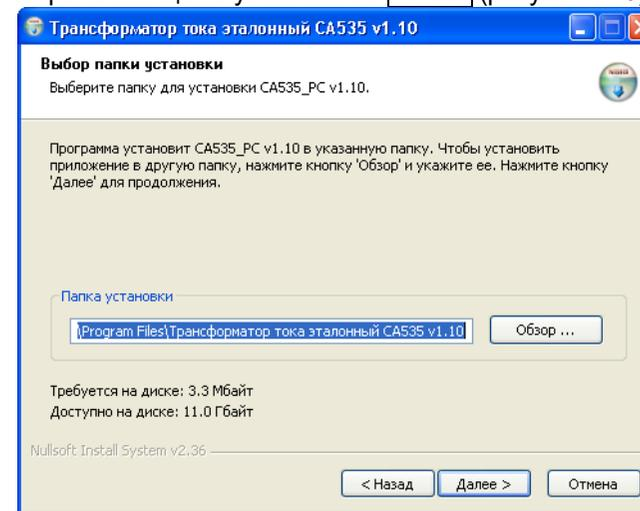

Рисунок 7.8
2) Определить место размещения ПО, для чего в следующем окне (рисунок 7.8) следует либо согласиться с предлагаемой по умолчанию папкой "C:\Program Files\Трансформатор тока эталонный", либо выбрать другой вариант, щелкнув по кнопке **Обзор...**. Для продолжения выполнения программы установки ПО щелкнуть по кнопке **Далее>**.